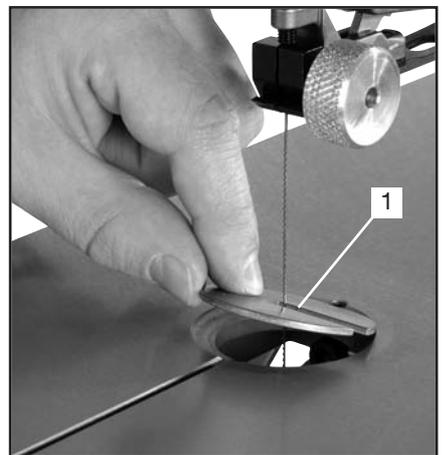

Abb. 11-1-1
- Drehen Sie das Tischeinlege teil (1) Abb. 11-1-1.